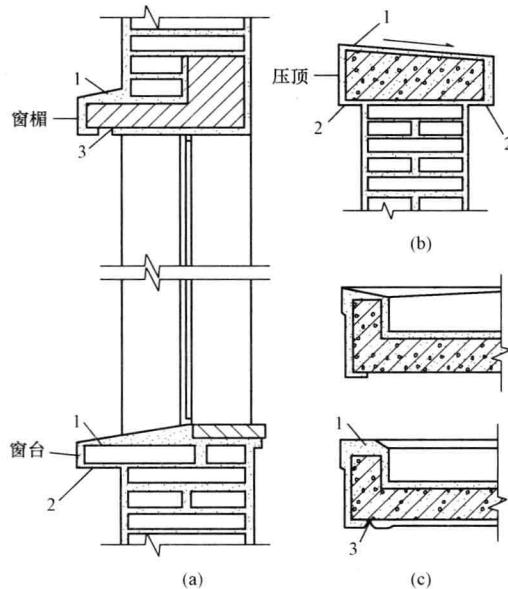

图1-1 滴水的形式
6)做滴水线(槽)。在檐口、窗台、窗楣、雨篷、阳台、压顶和突出墙面的凸线等上面应做流水坡度，下面应做滴水线(槽)，流水坡度及滴水线(槽)距外表面不小于40mm，滴水线路称鹰嘴。应保证坡向正确，其形式如图1-1所示。